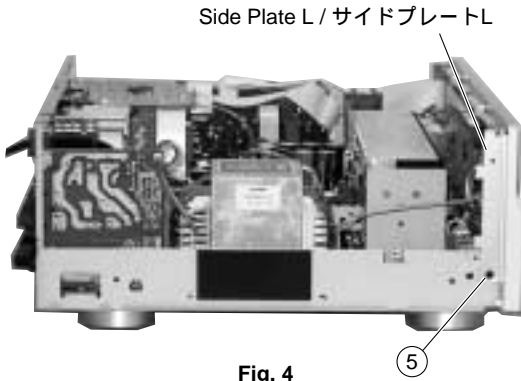

Fig. 4
- a. Remove 2 push rivets (⑤) and then remove the Side Plates L/R. (Fig. 4, 5)
- a. ⑤のプッシュリベット2本を外し、サイドプレートL/Rを取り外します。(Fig. 4, 5)